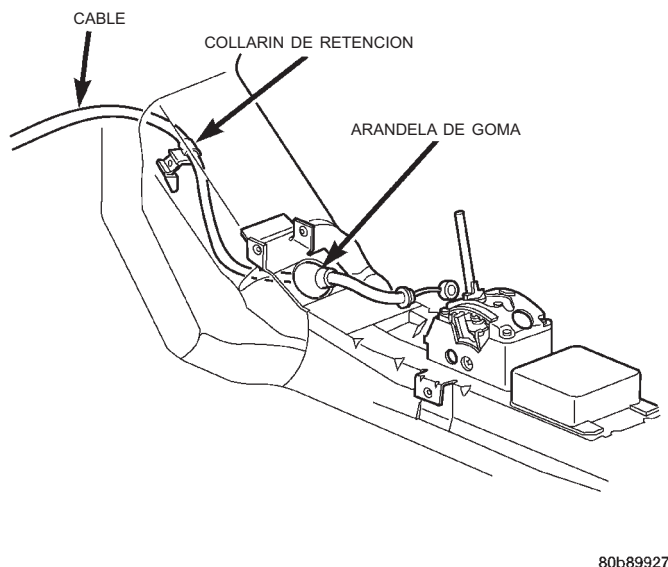

Fig. 14 Recorrido del cable de la palanca de cambios
- (15) Eleve el vehículo. Consulte el grupo 0, Lubricación y mantenimiento.
- (16) Retire la arandela de goma del cable del área del suelo de la carrocería (Fig. 14).
- (17) Retire cuidadosamente el cable de la parte inferior de la carrocería desplegando el collarín de retención del cable (Fig. 14) a medida que avanza.
(2) Emplace el cable en el collarín de retención (Fig. 14) y apriete el collarín para fijar el cable.